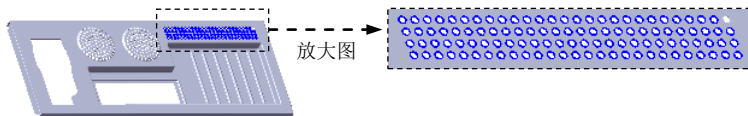

图 17.7.76 创建阵列（线性）2
Step16. 创建图 17.7.76 所示的阵列（线性）2。